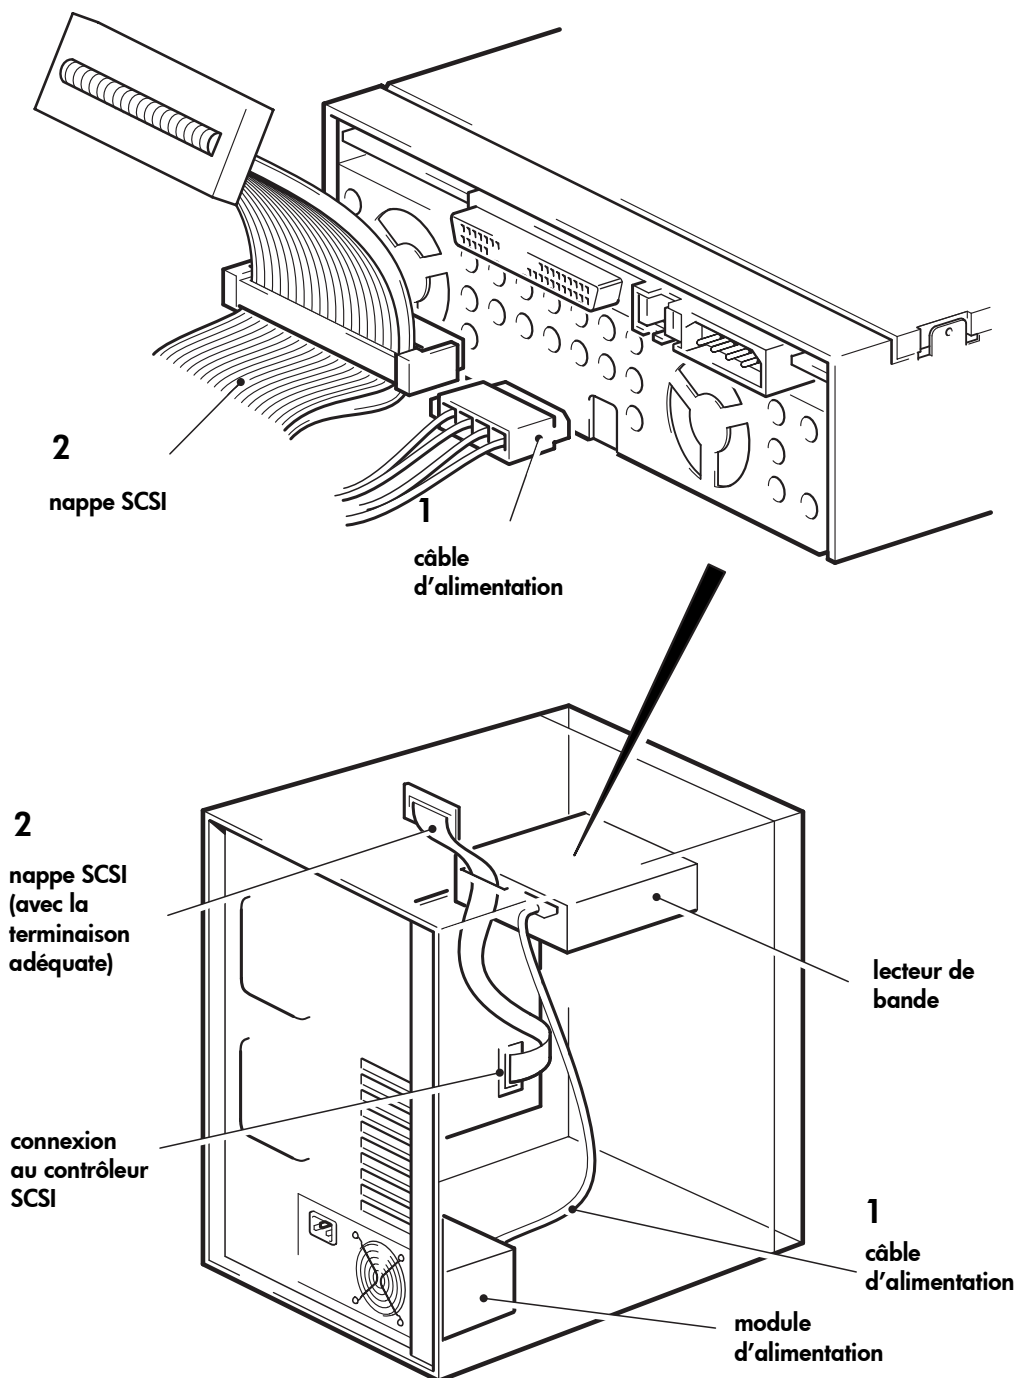

Figure 7 : connexion du câble d'alimentation et du câble SCSI
- 2 Branchez un câble d'alimentation libre provenant de l'alimentation interne du serveur sur le connecteur d'alimentation, comme illustré dans la figure 7 (point 1).
- 3 Branchez un connecteur disponible du serveur ou la nappe SCSI de l'adaptateur de bus hôte sur le connecteur SCSI du lecteur, comme indiqué à la figure 7 (point 2).
Par conséquent, si l'adaptateur hôte est le premier périphérique du bus, vous devez vous assurer que la deuxième terminaison est placée après le dernier périphérique, comme illustré dans la figure 7 (point 2).